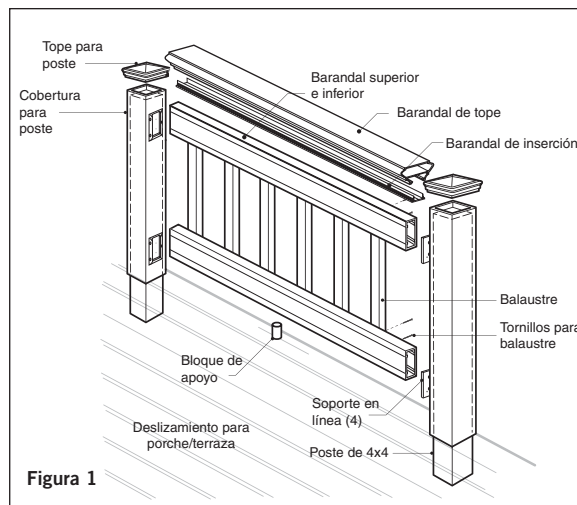
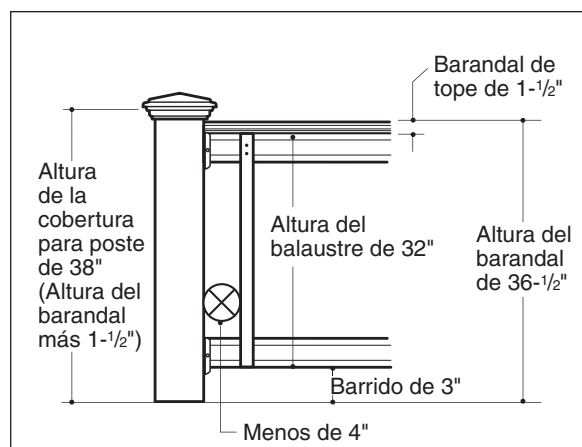

Figura 1
Figura 4a
Paso 5 Recorte las coberturas para poste de 4x4 a la longitud deseada. Las coberturas para poste deberán ser mínimo 1-1/2" más largas que la altura general del barandal (**Figura 4a y 4b**). Deje 1-1/2" adicional en su cálculo si instala el barandal de tope opcional. Ejemplo: Para un barandal de 36" de altura, recorte la cobertura para poste a un mínimo de 37-1/2" (39" con barandal de tope). La cobertura para poste se puede dejar más larga si lo desea.
Paso 6 Mida la distancia entre las coberturas para poste instaladas para determinar la longitud de los barandales superior e inferior (**Figura 1**). La distancia entre el poste y el primer balaustre deberá ser menor de 4" y ser igual en ambos extremos (**Figura 4a y 4b**). Recorte 1/4" adicional en ambos extremos (1/2" en total) para que el soporte quepa entre el barandal y el poste. Recorte los barandales superior e inferior a la longitud deseada.
Paso 8 Coloque el barandal inferior entre los postes y centre. **Revise los requisitos del código de construcción para el espaciamiento máximo entre la superficie de la terraza y la parte inferior del barandal (barrido).** Se recomienda un espaciamiento de 3", pero puede ser mayor o menor si lo permiten los códigos (**Figura 4a y 4b**). Marque la ubicación del soporte en ambos postes. Quite el barandal. Marque la ubicación de los tornillos y taladre previamente sólo a través de la cobertura para poste, usando una broca de 1/4". Una cada soporte al poste con dos tornillos de 2" de largo.
Paso 9 Se necesita un bloque de apoyo en el centro de cada barandal. Corte el bloque de apoyo a la altura adecuada. Sujete a la parte de abajo del barandal inferior (**consulte la Figura 1**). Encuentre el centro del barandal y taladre previamente usando una broca de 1/8". Sujete el conector del bloque de apoyo usando el tornillo que se incluye. Marque la ubicación del bloque de apoyo en la superficie de la terraza y sujete el otro conector del bloque de apoyo a la terraza usando el tornillo que se incluye. Instale el barandal inferior entre los postes. Usando los so-
Paso 7 Se necesita un bloque de apoyo en el centro de cada barandal. Corte el bloque de apoyo a la altura deseada. Sujete a la parte de abajo del barandal inferior (**consulte la Figura 1**). Encuentre el centro del barandal y taladre previamente usando una broca de 1/8". Sujete el conector del bloque de apoyo usando el tornillo que se incluye. Marque la ubicación del bloque de apoyo en la huella del escalón y sujete el otro conector del bloque de apoyo a la huella del escalón usando el tornillo que se incluye.